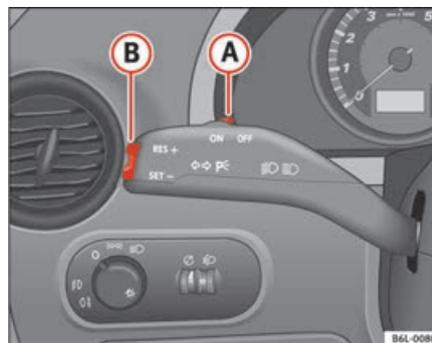

Fig. 106 Levier des clignotants et de l'inverseur-codes : contacteur et touche à bascule pour le régulateur de vitesse
- Déplacez la commande ⇒ fig. 106 (A) vers la gauche pour la régler sur **ON**.